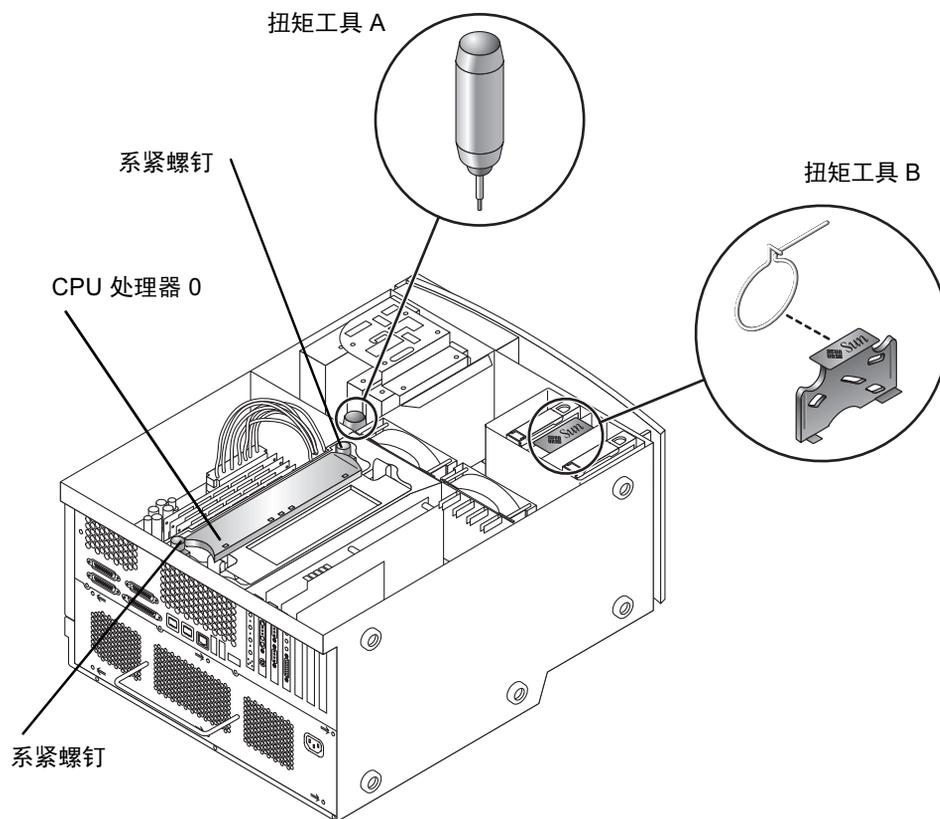

图 17 CPU 处理器插槽 0、系紧螺钉和扭矩工具的位置
**警告** – CPU 处理器插槽 0 是所有只有一个 CPU 的工作站的必需位置。两个 CPU 模块的插槽位置如图 17 中所示。